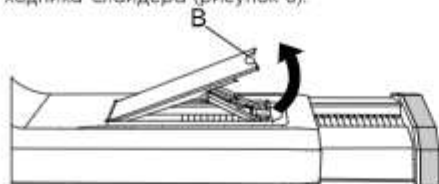

Рис. 8
1. Откройте оконную створку и поднимите вверх стопорную защелку оконного переходника-слайдера (рисунок 8).